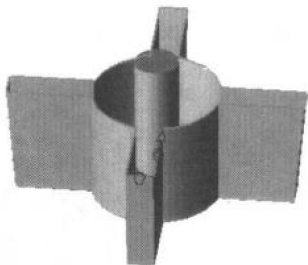

图 1-14
- ① Blank Height (铣削区域高度) 为“30”。
- ② Clearance (间隙) 为“15”。
- (4) 在铣削区域的中心位置建立一个放电坐标系。
- (5) 建立图 1-14 中所示的轮廓。